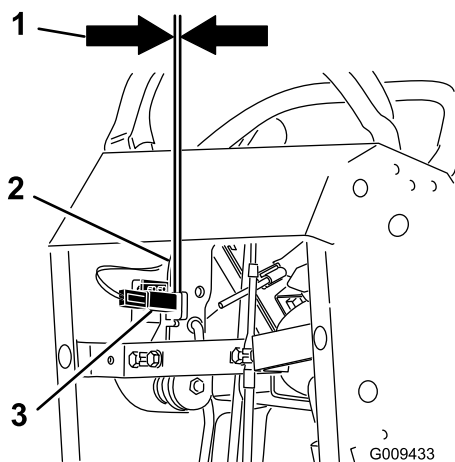

Figure 60
12. Vérifiez l'écartement entre le levier de frein et l'interrupteur comme illustré à la Figure 60. Il doit y avoir un écartement de 3 mm (1/8").